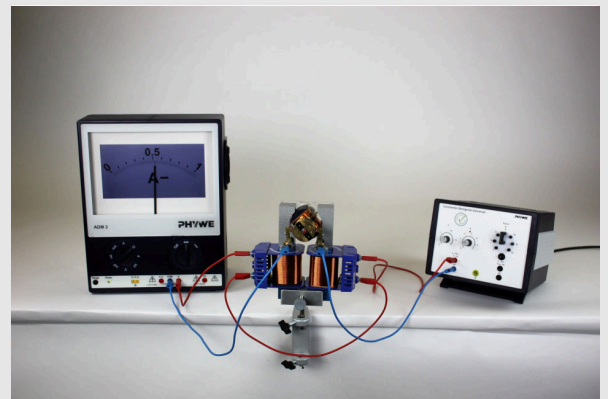
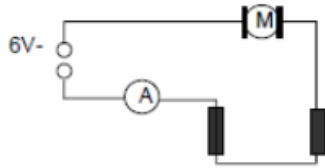

Fig. 2
Fig. 3
- Complétez la structure selon les Fig. 2 et Fig. 3.
Si un [] est utilisé pour faire fonctionner un [], il doit générer un [] suffisamment important à proximité de l'induit. C'est pourquoi on utilise un noyau de fer en forme de U avec deux bobines d'excitation, entre lesquelles passe l'induit. Les [] et les bobines d'excitation sont connectées en [] dans un moteur shunt principal (Fig. 3).